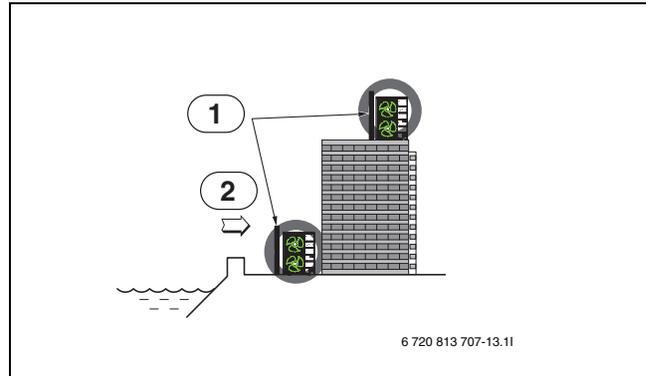

Bild 14
- ▶ Wenn die Außeneinheit auf der Meeresseite installiert wird, zum Schutz vor dem Seewind ggf. einen Windschutz aufstellen (→ Abb. 14)